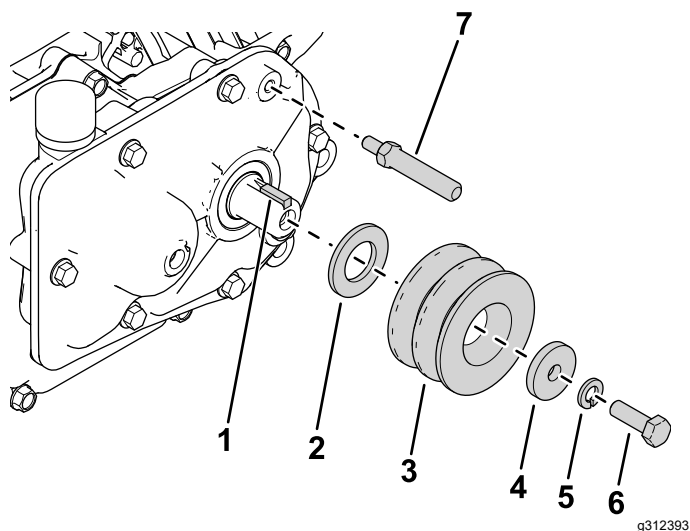

Рисунок 2
2. Вставьте квадратную шпонку в выходной вал (Рисунок 2).
- Установите новую шайбу (M20), ведущий шкив, шайбу (5/16 дюйма), стопорную шайбу и болт (5/16 x 1 дюйм), как показано на Рисунок 2.
- Установите поворотный вал тяги на редуктор (Рисунок 2).